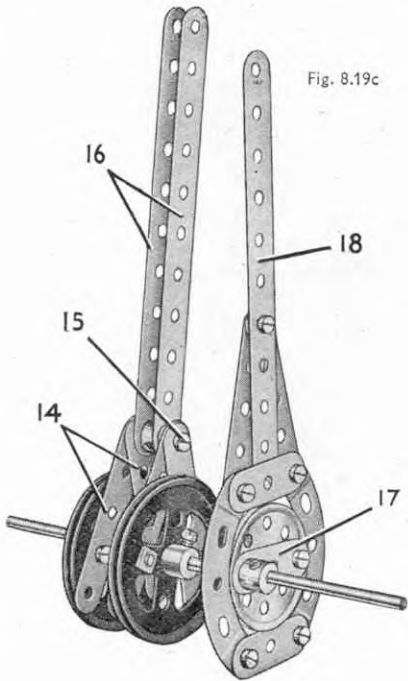

Fig. 8.19c
Le vilebrequin est en trois parties constituées par une tringle de 10 cm. (11), une tringle de 11.5 cm. (12), et une tringle de 16.5 cm. (13). L'une de ces parties ainsi que les cames figurent démontées sur la Fig. 8.19c. Chaque bras du vilebrequin est formé par deux bandes de 5 trous 14 boulonnées à une poulie de 5 cm. Un boulon de 19 mm 15 est passé dans l'un des bras et bien bloqué par un écrou. Deux bandes de 11 trous 16 qui figurent la bielle sont alors passées sur le boulon, et une bague d'arrêt les écarte l'une de l'autre. Le boulon est alors fixé au second bras par deux écrous.